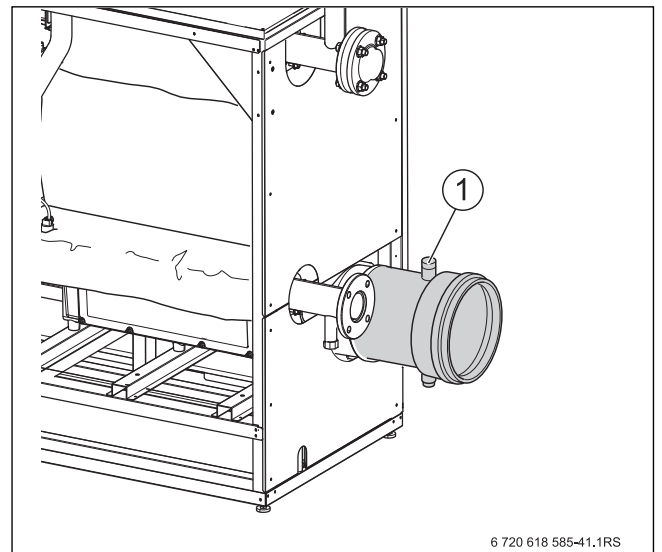

Bild 39 Messwerte aufnehmen
- ▶ Messfühler durch die Messöffnung (→ Bild 39, Seite 29) im Abgasrohr in den Kernstrom halten und CO₂-Gehalt kontrollieren.